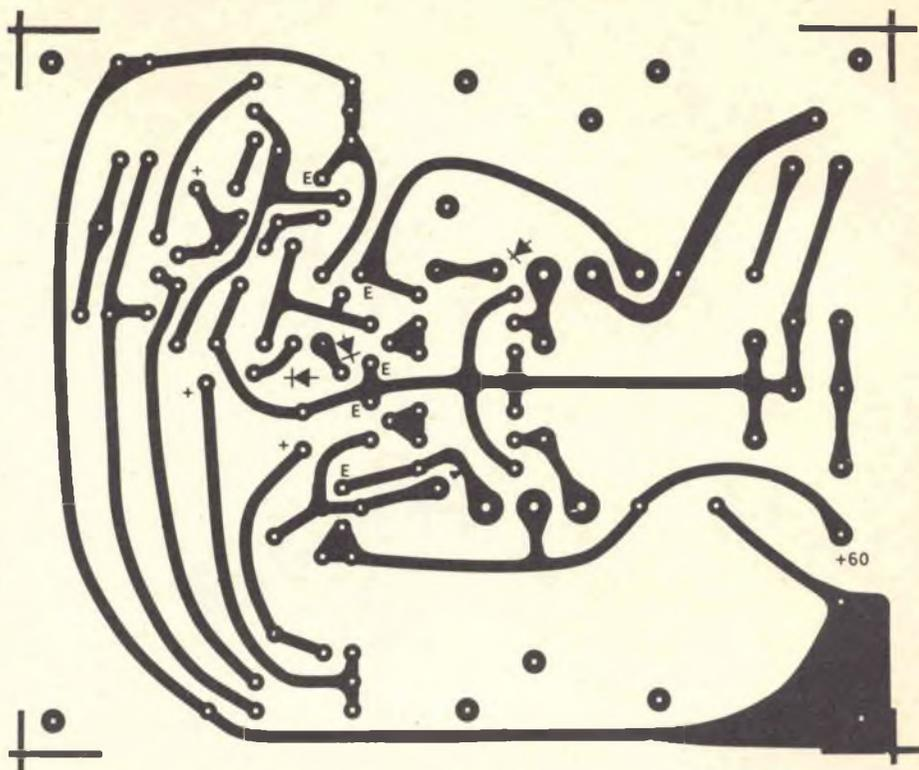

Fig. 2 - Circuito stampato in grandezza naturale per l'amplificatore "Tigre".
**Costruzione del Tigre** - L'amplificatore "Tigre" da 35 W, il cui schema è riportato nella *fig. 1*, si monta su un circuito stampato, illustrato nella *fig. 2*. Il montaggio dei componenti